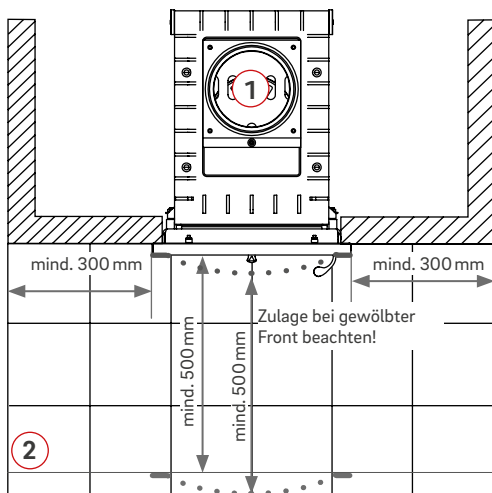

Abb. 1: Fußbodenschutz im Bereich vor der Feuerraumöffnung
- Vor der Feuerraumöffnung sind Fußböden aus brennbaren Baustoffen durch einen Belag aus nicht brennbaren Baustoffen zu schützen. Der Belag muss sich nach vorne um mindestens 500 mm und zur Seite um mindestens 300 mm über die Frontplatte hinaus erstrecken (Abb. 1).